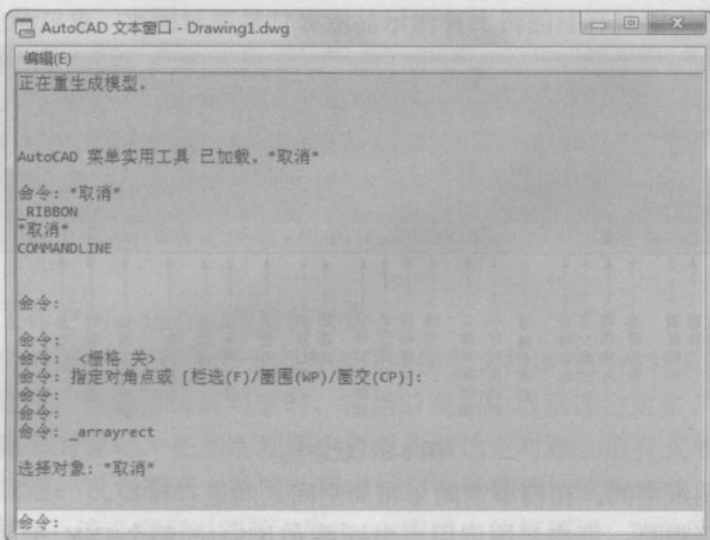

图 1-7 文本窗口
- 3) 对当前命令窗口中输入的内容，可以按 F2 键用文本编辑的方法进行编辑，如图 1-7 所示。AutoCAD 文本窗口和命令窗口相似，它可以显示当前 AutoCAD 进程中命令的输入和执行过程，在执行 AutoCAD 某些命令时，它会自动切换到文本窗口，列出有关信息。